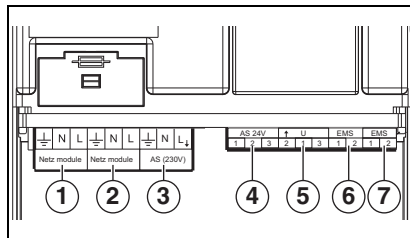
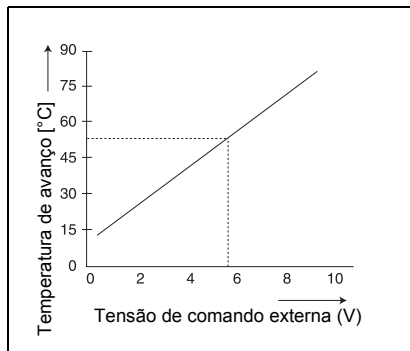

Fig. 2 Ligações
Fig. 3 Diagrama 0-10 V
- a) A ligação AS 24 V (→ fig. 2, [4]), trata-se aqui de um contacto de comutação sem potencial para sinais de baixa tensão até 24 V. Este sinal de avaria pode, por exemplo, ser lido pelo sistema de gestão de um edifício.
- b) A ligação AS 230 V (→ fig. 2, [3]), com esta pode, por exemplo, ser comandada uma buzina ou uma lâmpada de alarme. Em caso de avaria, esta ligação encontra-se sob uma tensão de 230 VAC.
Com a ajuda de um sinal 0-10 VDC (→ fig. 2, [5]) é possível um comando de acordo com a temperatura de avanço ou a potência (→ fig. 3).
(→ fig. 2, [5] e o esquema eléctrico na pág. 46).